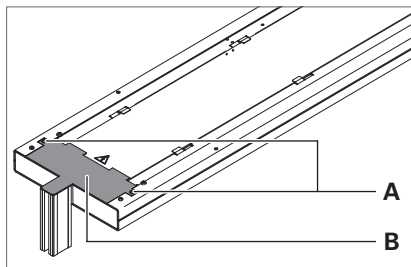

Fig. 12: Rimozione della copertura.
- Ruotare la vite **A** dalla copertura **B**, vedi Fig. 12.